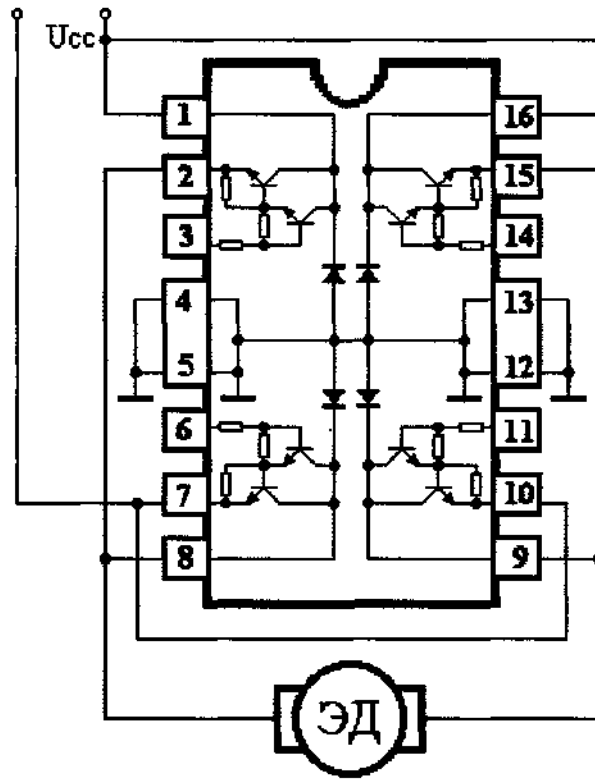

Рис. 12
- 4.8. Типовые схема применения микросхемы приведены на рис. 12, 13.